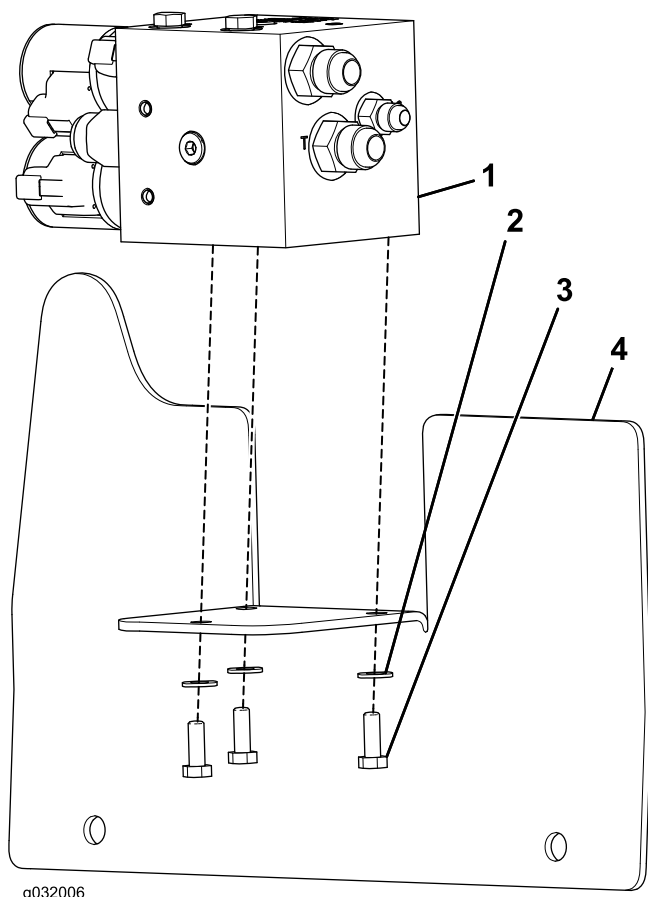

Figure 2
5. Montez l'électrovanne et les raccords intégrés sur la plaque de montage au moyen de 3 boulons à tête hexagonale et 3 rondelles plates (Figure 2).